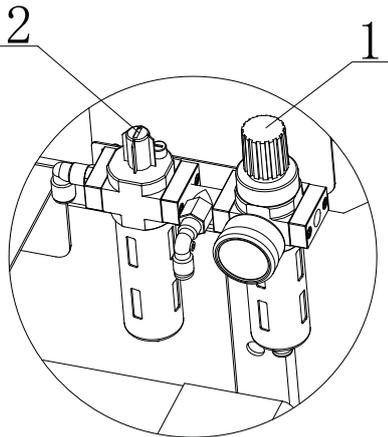

Рис. 9-8
Давление воздуха: Поднимите рукоятку редуктора (1) вверх и поверните ее по часовой стрелке. Давление воздуха на выходе повысится. При обратном вращении – понизится, см. рис. 9-8, 9-9.
Подача масла: вращайте отверткой регулировочный винт (2) по часовой стрелке для уменьшения скорости падения капель. В противном случае, вращайте винт против часовой стрелки, см. рис. 9-8, 9-10.